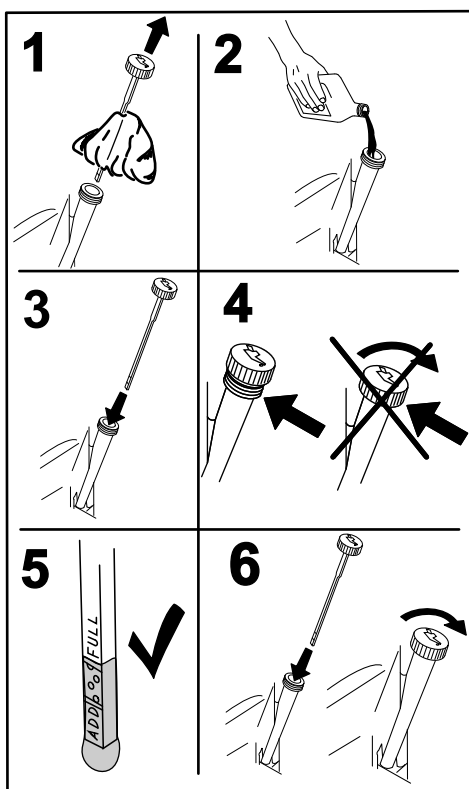

Рисунок 41
4. Извлеките щуп и протрите его чистой тканью (Рисунок 41).